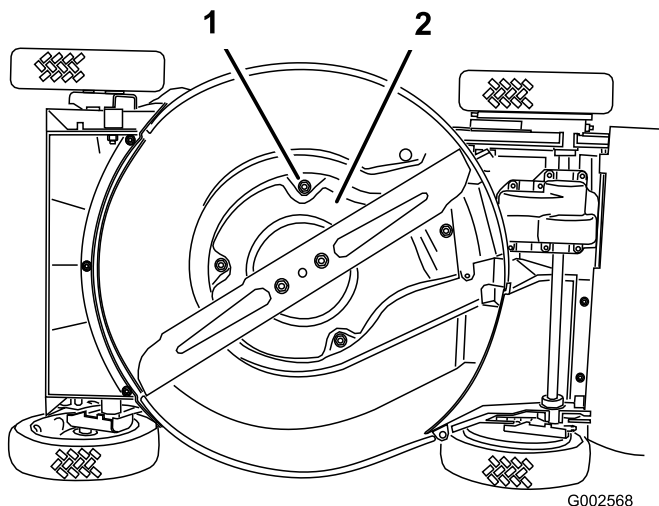

Figura 33
6. Retire los 4 tornillos que sujetan el protector (Figura 33).